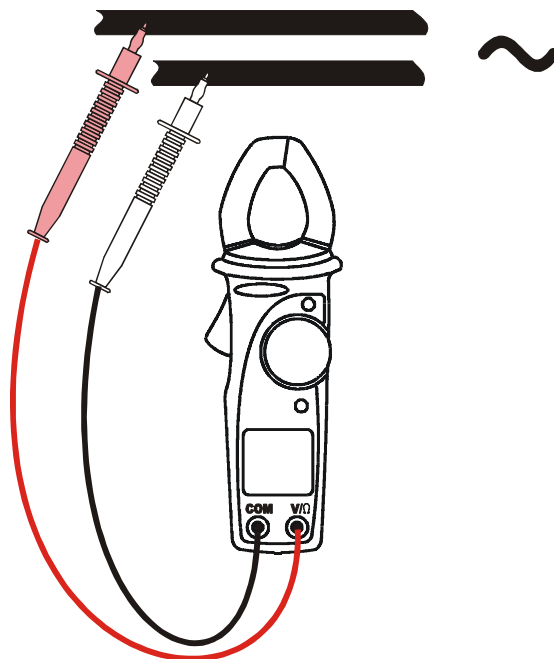

Fig. 4: Uso della pinza per misura di tensione AC
2. Inserire il cavo rosso nel terminale di ingresso V/Ω e il cavo nero nel terminale di ingresso COM, come mostrato in Fig. 4.